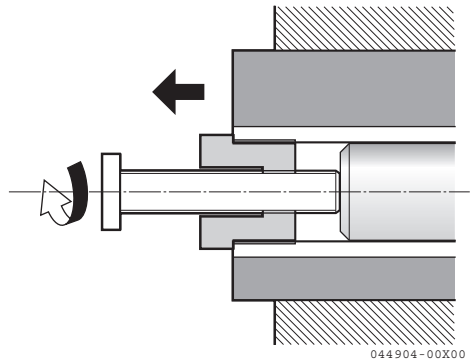

Figura 15
*Nota: Quando substituir um rotor usado por um novo, o rotor deverá de ter uma rosca M16 × 2 (**Figura 15**). Rode o lado do parafuso M16 da hélice para o lado da cobertura e instale*